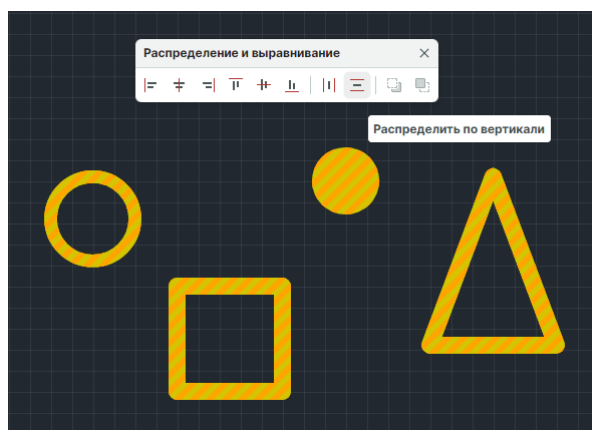

Рис. 379 Выбор инструмента
2. На панели «Распределение и выравнивание» выберите инструмент «Распределить по вертикали», который обозначен иконкой , см. Рис. 379.